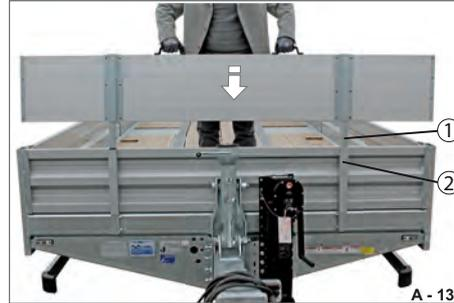

Abb. 190 Bordwandaufsatz einstecken
- ▶ Steckungen des Bordwandaufsatz (Abb. 190/1) gleichzeitig in die Rungen (Abb. 190/2) der Stirnbordwand stecken.